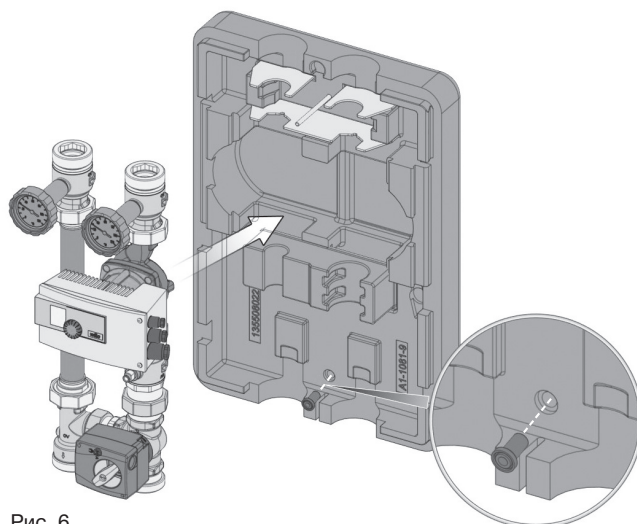

Рис. 6
7. Закрепить настенный крепеж (6) с помощью шестигранного ключа (SW12) на стене (рис. 6).
8. Вставить заднюю часть изоляции в настенный крепеж (рис. 6).
9. Вставить удлиняющую вставку (8) в нижнее отверстие на задней части изоляции и закрепить на стене с помощью шестигранного винта (SW12) (рис. 6).
10. Вставить арматурную группу (5) в заднюю часть изоляции (7) и закрепить с помощью несущей пластины (4) и шестигранного винта (3) (рис. 6).
11. Вставить разъемный накладной блок (2) (рис. 6).